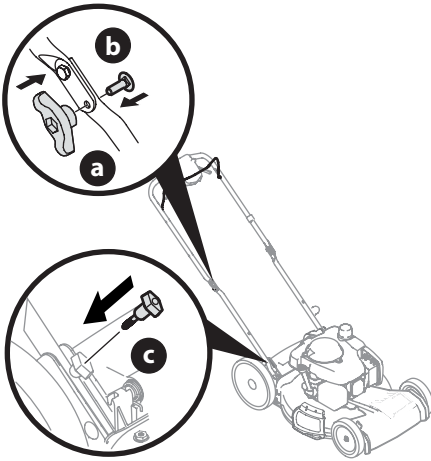

Figura 3
4. Vuelva a ajustar las perillas o las tuercas de aletas (a) y los pernos de carro (b) que se extrajeron en el PASO 2 en los orificios inferiores de la manija (Figura 3).